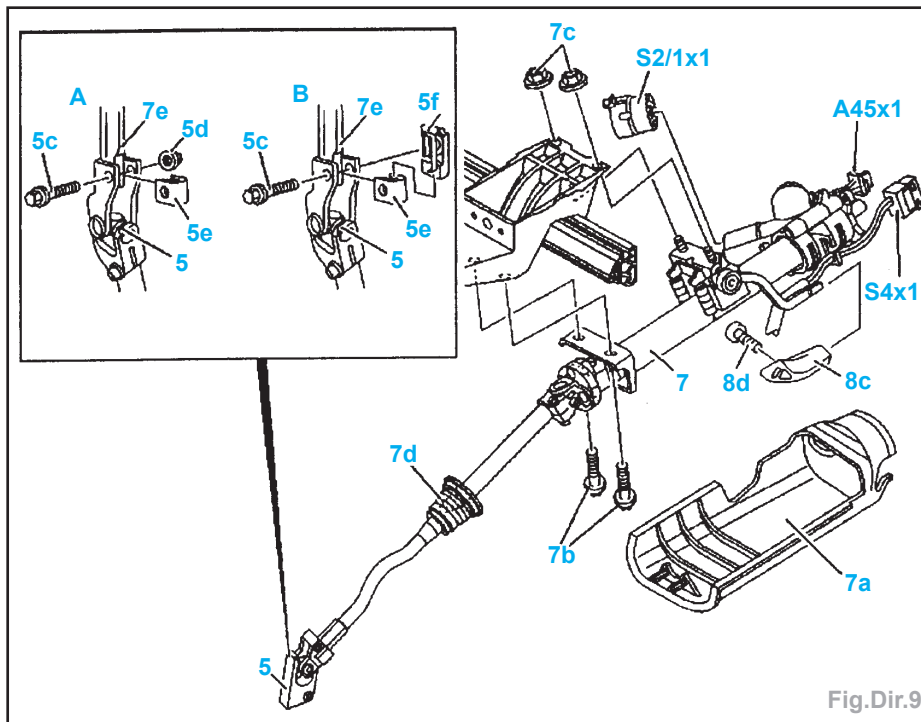

Fig.Dir.9
- la vis (8d) sur la poignée (8c) et extraire la poignée de réglage (Fig.Dir.9),